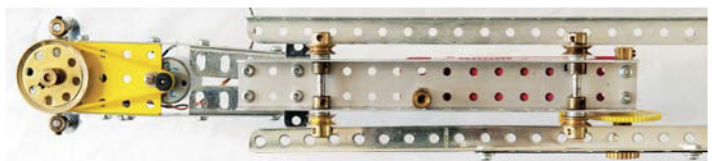
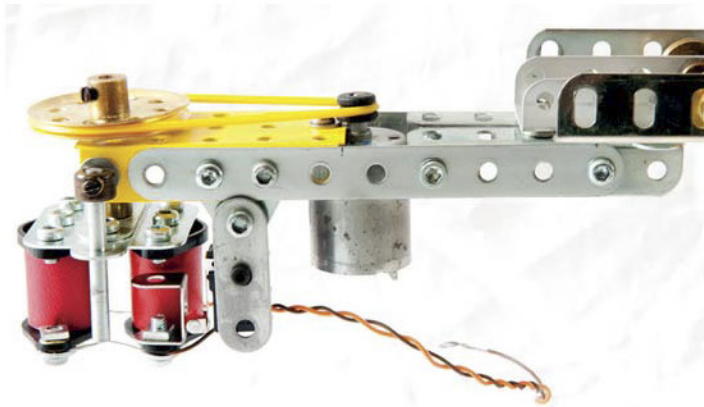

Fig. 9 Grue de transfert, vue de dessous
Fig. 11 Mécanisme de saisie des voussoirs
Le problème principal est l'encombrement très réduit, ce qui a conduit à déporter le moteur du mouvement de translation horizontale (Figs. 9 et 10).
- A droite sur les figures 9 et 10, le mécanisme de translation. Un moteur avec réducteur 19/57 entraîne un pignon de 25 dents sur une crémaillère de 165 mm n°110a fixée sur la structure principale, cela permet la translation horizontale aller/retour de la grue. Sur le dessus, un accouplement tarudé n°63c actionne 2 microswitches fins de course. La grue roule sur les cornières de la structure sur les moyeux de 4 poulies de 12 mm, qui sont libres sur leurs tringles et dont on a ôté les vis sans tête.
- A gauche sur les figures 9 et 10 et sur la figure 11, le mécanisme de saisie des voussoirs. Un petit moteur de récupération entraîne une tige filetée de 50 mm n°81 via une poulie de 38 mm. Cette tige passe dans le moyeu taraudé d'un bras de manivelle double taraudé n° 62c fixé sur une plaque rigide 3 x 3 trous supportant 2 bobines cylindriques. Sur le côté est fixé un microswitch fin de course.